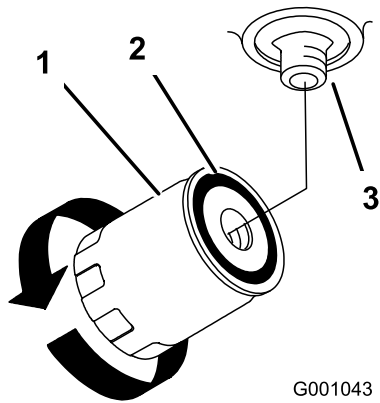

Figura 73
7. Aplique una capa fina a la junta de goma del filtro nuevo (Figura 73).
9. Llene el depósito de aceite hidráulico con aceite hidráulico hasta que éste rebese por encima del filtro, gire el filtro en el sentido de las agujas del reloj hasta que la junta de goma entre en contacto con el adaptador del filtro, luego apriete el filtro media vuelta más (Figura 73).